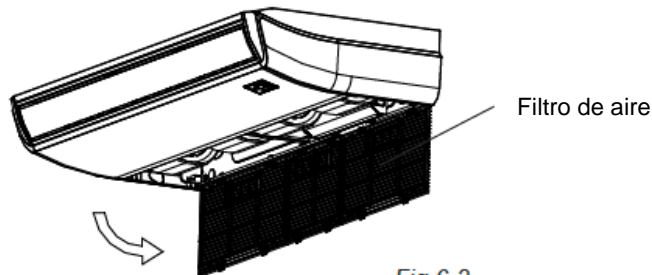

Fig.6-2
- Saque el filtro de aire (*consulte la Fig. 6-2*).
- Vuelva a instalar el filtro de aire en el orden contrario de la *Fig. 6-2*.